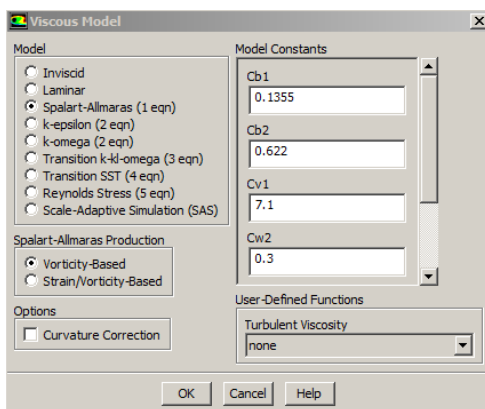

Рис. 42 - Выбор модели турбулентности Спаларта-Алмараса
**Шаг 10.** Следующим этапом необходимо выбрать другую модель турбулентности и произвести расчет заново. Сначала выбирается модель турбулентности Спаларта-Алмараса (*Spalart-Allmaras*) (рис. 42). Модель подразумевает решение одного дополнительного уравнения турбулентности в дополнение к базовой системе, состоящей из уравнения сплошности (неразрывности, continuity) и уравнения момента количества движения по доступным осям (x-momentum, y-momentum).